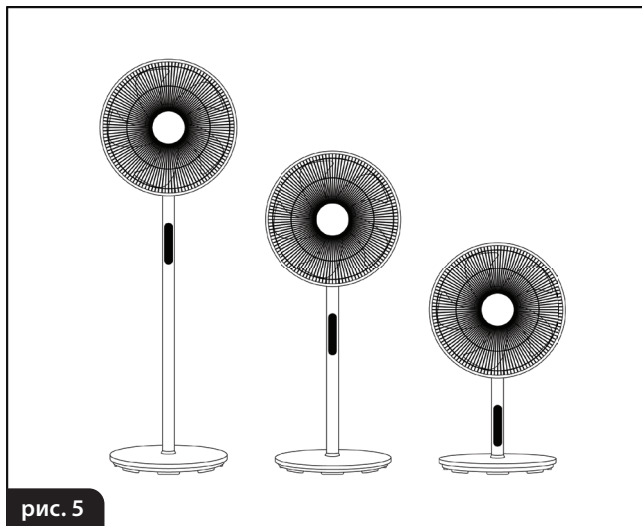

рис. 5
2. За допомогою вiдповiдної кнопки на панелi управлiння (8) виберiть вiдповiдну швидкiсть подачi вiттря. Вибiр кнопки «0» завершить роботу вентилятора.
3. Щоб налаштувати коливання вентилятора, натиснiть кнопку (11) на головцi вентилятора (7). Зворотнє пiдняття кнопки вимкне коливання вентилятора.
5. Щоб змінити налаштування висоти вентилятора, відкрутіть одну або дві з наявних подовжувальних трубок (9) (рис.5).